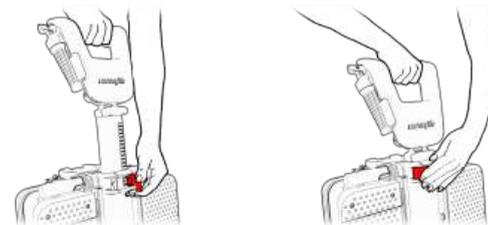

Figura 44
7. Tirare la leva dell'altezza dell'asta (vedere la Figura 44, passaggio 1) per regolare l'altezza
del manubrio nella posizione più bassa e riportare la leva nella posizione di sicurezza (vedere la Figura 44, passaggio 2).